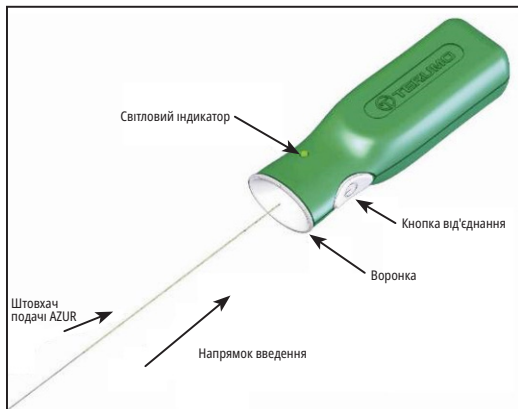

Рисунок 4 — Тестування контролера від'єднання AZUR
- Розкрийте пакет з судинною заглишкою AZUR і вийміть з нього петлю диспенсера. Перед використанням пристрою вийміть клин з петлі диспенсера. Утримуючи імплантат судинною заглишкою AZUR та інтродюсер на місці, витягніть штовхач з петлі дозатора таким чином, щоб відкрити проксимальний кінець штовхача подачі. Будьте обережні, щоб уникнути забруднення цього кінця штовхача подачі сторонніми речовинами, як-от кров або контраст. Щільно вставте проксимальний кінець штовхача подачі в секцію воронки контролера від'єднання AZUR. Див. Рисунок 4. **Не натискайте при цьому кнопку від'єднання.**
31. З'єднати проксимальний кінець штовхача подачі з контролером від'єднання AZUR, щільно вставивши проксимальний кінець штовхача подачі в секцію воронки контролера від'єднання AZUR. Див. Рисунок 4.